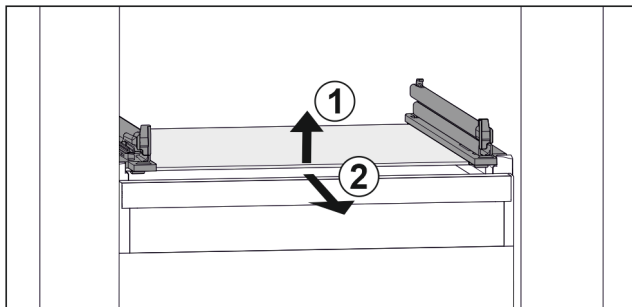

Fig. 94 Lasihyllyn esimerkinomainen kuvaus
- ▶ Nosta lasihyllyä edestä. Fig. 94 [1]
- ▶ Poista lasihylly vetämällä sitä eteenpäin. Fig. 94 [2]